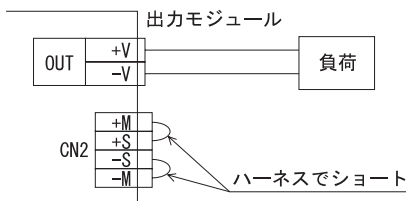

図3.1 リモートセンシングを使用しない場合
■リモートセンシングを使用しない場合には、出力モジュールのCN2で、+Sと+M、-Sと-Mをそれぞれ短絡してください。リモートセンシングを使用しない場合の結線を図3.1に示します。出荷時には、リモートセンシング未使用時のハーネスを実装しています。